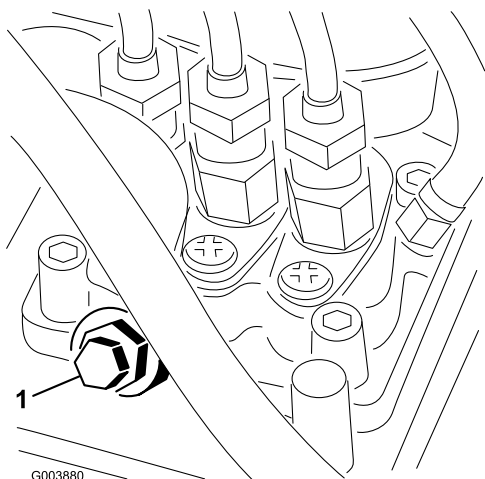

Figura 31
3. Desaperte o parafuso de drenagem que se encontra na bomba de injeção de combustível (Figura 31) com uma chave de 12 mm.